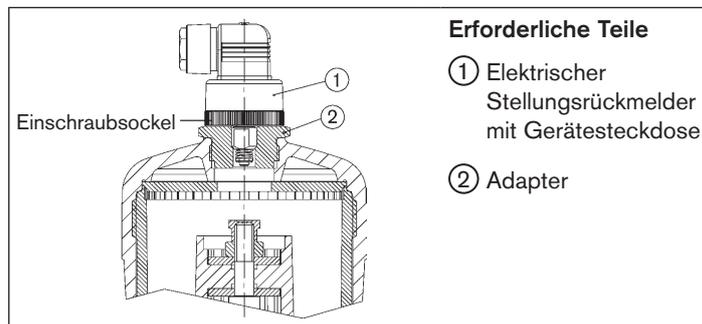

Bild 10: Antriebsgröße 50, 63, 80 (Ø in mm) mit elektrischem Stellungsrückmelder
- Adapter ② anstelle der Klarsichthaube auf den Antrieb schrauben (siehe „Bild 10“).
- Elektrischen Stellungsrückmelder ① in den Adapter ② schrauben, dabei den Hinweis in Kapitel „10“ beachten.